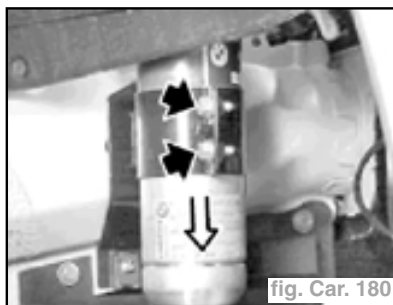

fig. Car. 180
- Desserrer les vis et dégager la cartouche du déshydrateur par le bas (fig. Car. 180).